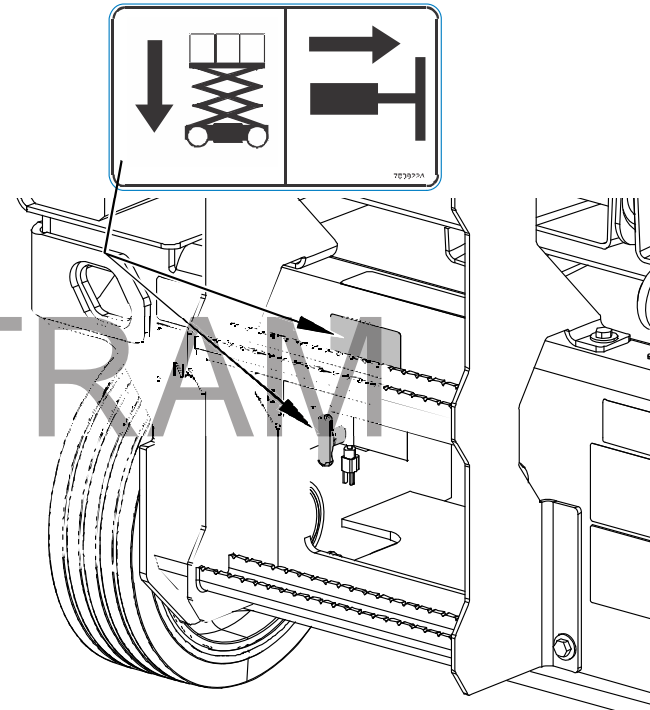

Abbildung 4-1. Einbauort der Steuerung für manuelles Absenken
1. Den **T-Griff zur manuellen Absenksteuerung** ausfindig machen. (Siehe Abbildung 4-1.)